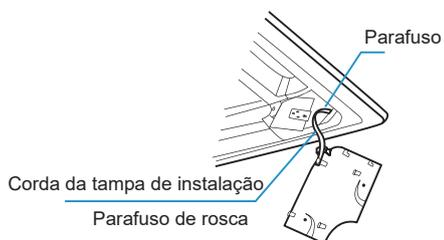

Figura 3.20
- Afixe a corda da tampa de instalação no parafuso da tampa de instalação com parafusos. Consulte a Figura 3.20.